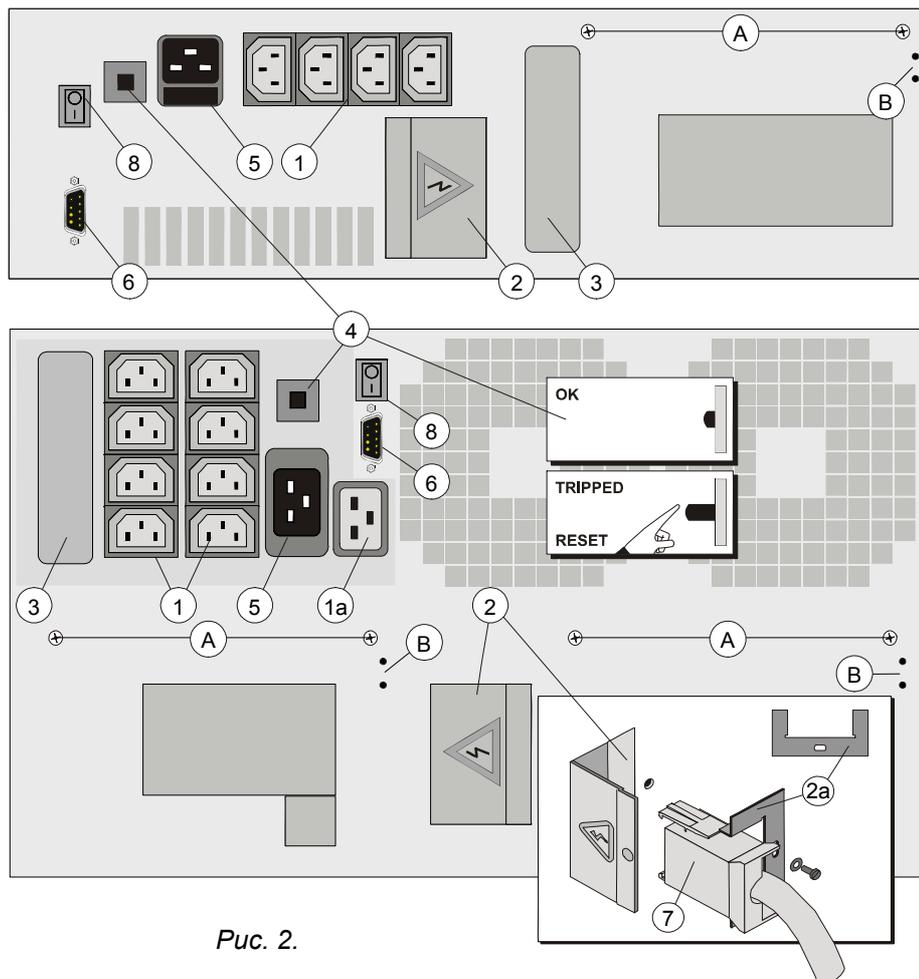
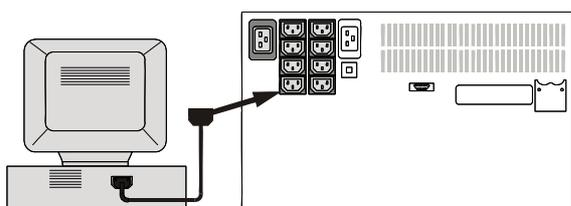
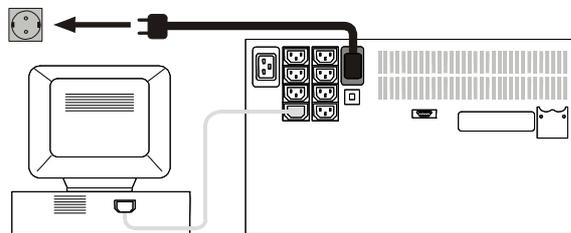

Рис. 2.
Рис. 3.
Рис. 4.
- Во время транспортировки выдвижные модули батарей должны быть либо вынуты из блоков, либо зафиксированы двумя винтами (каждый) на задней панели ИБП (А, рис. 2).
1. *NetPro 19" 2000*: Отверните транспортировочные винты (А, рис. 2) и заверните их в пустые отверстия (В, рис. 2)
10. Для увеличения времени автономии могут быть установлены дополнительные модули батарей. Соедините разъем постоянного тока (7, рис. 2) с розеткой постоянного тока ИБП (2, рис. 2). При правильной установке соединения будет слышен щелчок. Заблокируйте разъем постоянного тока: установите маленькую фиксирующую пластину (2а, рис. 2), которая поставляется с батарейным модулем, и закрепите ее с помощью прилагаемого
12. С помощью кабелей подсоедините компьютер(ы) к выходным розеткам ИБП (1, рис. 2). Распределите нагрузку по розеткам по возможности равномерно. Если Вы используете распределительную колодку для подключения нескольких устройств к одной розетке, пожалуйста учтите, что максимальный ток одной розетки не должен превышать 10А. См. Рис. 3. Розетка 1a является программируемой (только для модели 3000VA). См. 3.4.3.
NetPro 19" 3000: используйте кабель питания, поставляемый с устройством. Соедините кабель питания с входной розеткой ИБП (5, рис. 2). См. рис. 4.
14. Убедитесь, что выключатель вкл/вык. (8, рис. 2) находится в положении '0' и соедините кабель питания с заземленной розеткой электропитания. См. рис. 4. Вентиляторы начнут вращаться: это означает что питание присутствует и батареи заряжаются.
16. Для целей связи интерфейсный порт RS232 (6, рис. 2) или опциональны интерфейсные карты (3, рис. 2) могут быть подключены к компьютерной системе. См. главу 4.
- 2 Включите ИБП выключателем на задней панели (8, рис. 2), должен светиться зеленый светодиод '*operation*'.
- 1 Переведите выключатель сети (8, рис. 2) в положение '*I*'. Появится следующее сообщение:
- 1 Переведите выключатель на задней панели (8, рис. 2) в положение '0'. Если ИБП выключен, то выходное напряжение будет отсутствовать в течение нескольких секунд, чтобы подключенная нагрузка была бы готова к повторному включению.